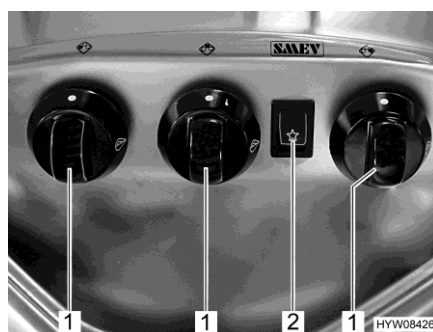

Fig. 118 Boutons de commande (réchaud à gaz)
- Tourner le bouton tournant (Fig. 118,1) du brûleur désiré en position d'allumage (grande flamme).
- Appuyer sur le commutateur à bascule (Fig. 118,2). Le brûleur produit des étincelles.